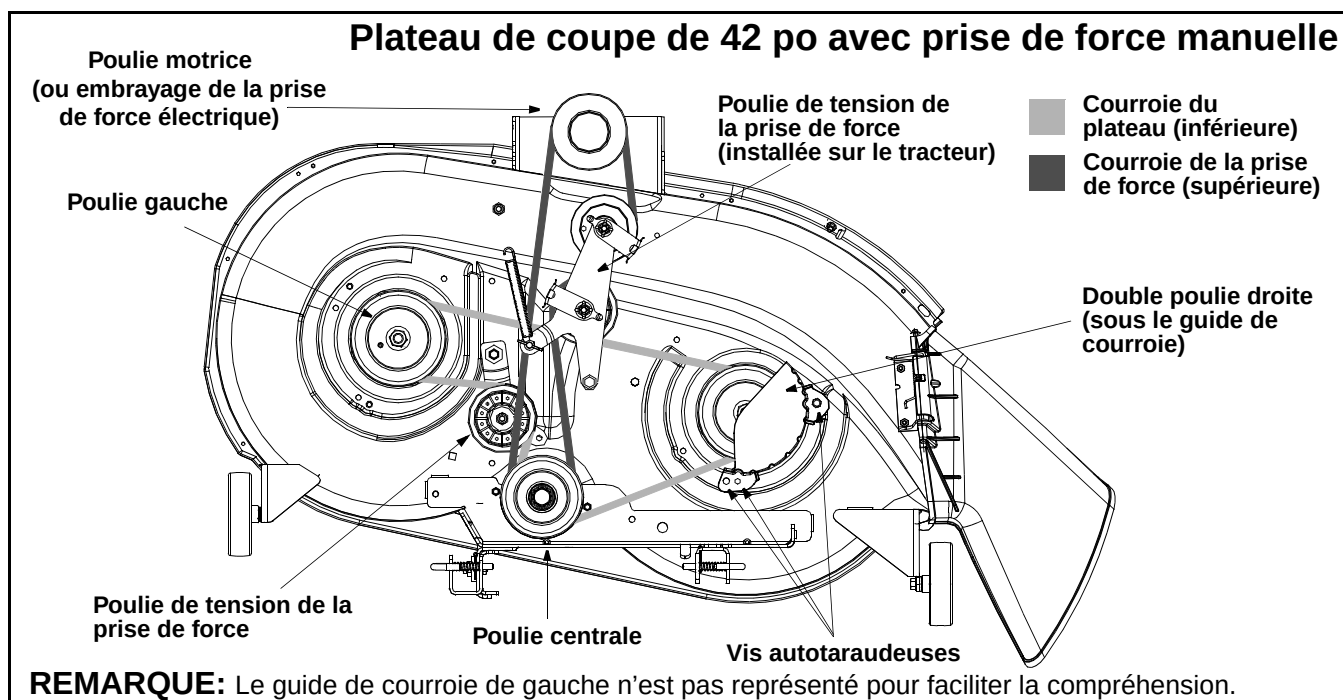

Figure 27
- Installez les courroies neuves de la façon illustrée à les Figure 27 et Figure 28.